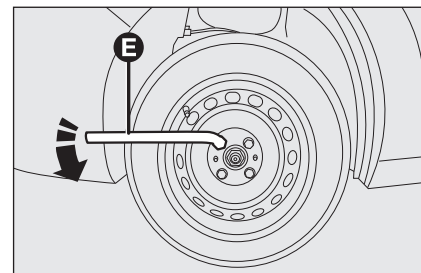

fig. 5
- ☐ Løsn hjulboltene ca. én omdrejning på det hjul, der skal skiftes, med den medfølgende hjulnøgle **E-fig. 5**.